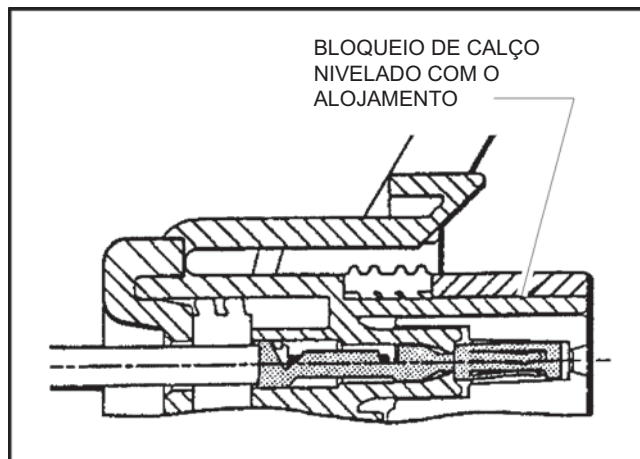

Figura 7-11. Montagem do conector – Figura 4
4. Deslize o bloqueio de calço para dentro do alojamento até que fique nivelado com o alojamento (Consulte a Figura 7-11.).